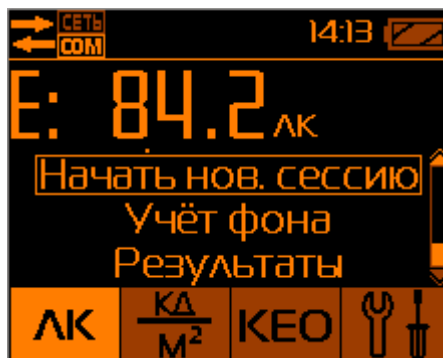
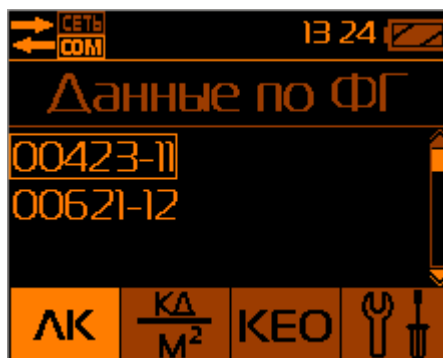

Рис.9. Выбор начала новой сессии измерений.
Рис.14. Список измерений разными ФГ (с заводскими номерами №00423-11, №00621-12).
2.3.4.4. Начать новую сессию измерений. Выбор этого пункта меню позволяет пользователю завершить записи результатов измерений в последнюю сессию и начать запись результатов в новую сессию, начиная с порядкового номера 1 внутри неё. Разбиение записей по сессиям позволяет пользователю сгруппировать записываемые данные по сериям измерений, привязывая эти серии, например к объектам, местоположению, оборудованию. В памяти БОИ-01 сессии сохраняются последовательно сначала под серийным номером подключённой ФГ-01, а затем по дате и времени начала записи в новую сессию (Рис.9).
2.3.4.6. Просмотр значений освещенности и коэффициента пульсации записанных в памяти БОИ-01 производится в режиме «Пауза» (после первого нажатия кнопки «□») выбором пункта меню «Результаты» (Рис.9). После подтверждения кнопкой «ОК» пункта «Результаты», на дисплее высвечиваются заводские номера всех фотоголовок, показания которых были записаны в память БОИ-01 (Рис.14).
Дальнейшее нажатие на кнопку «□» возвращает БОИ-01 в режим выбора номера фотоголовки, результаты измерений которой, сохранены в памяти прибора (Рис.14).